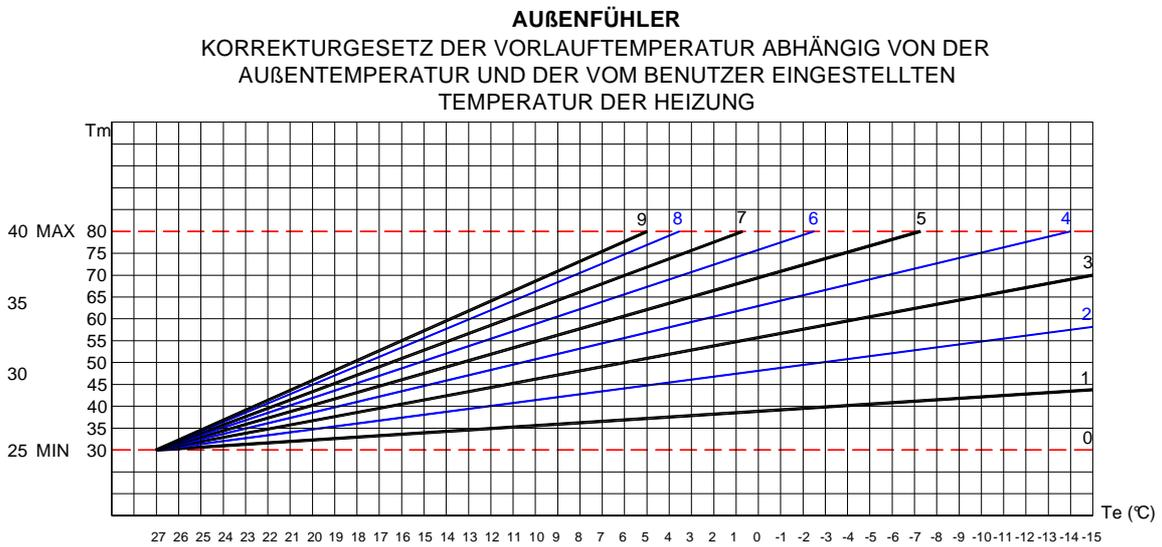
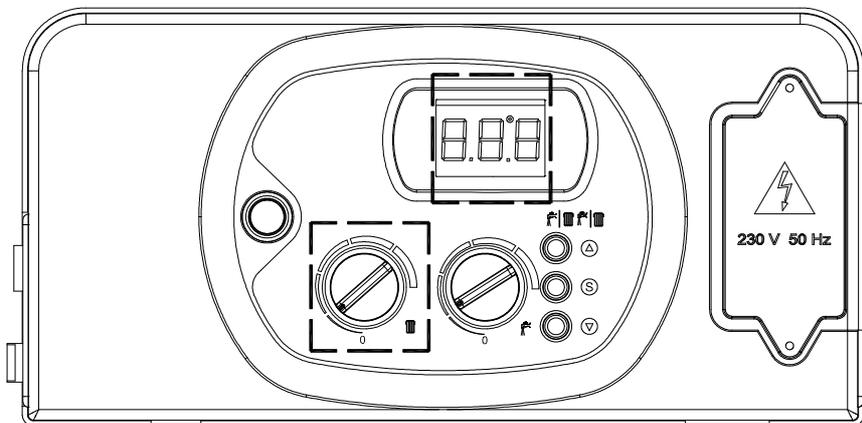

Abb. 1 TM-MAX/MIN = Temperaturreihe ausgewählter Vorlauf
Abb. 2
- c. Die Schrauben lösen und die Abdeckplatte A entfernen (siehe Abb. 2);
- e. Mit der Verbindung der Fernbedienung und der telefonischen Steuerung fortfahren (siehe Abb. 2);
- Im Falle der direkten Verbindung des Außenfühlers auf die Leiterplatte erfolgt die Einstellung der klimatischen Kompensationskurve durch Einwirken auf den Einstellknopf Heizung. Dreht man Knopf (Abb. 2), wird die Nummerierung entsprechend den Kurven der Grafik Abb. 1 dargestellt.
Das Korrekturgesetz ist in der Grafik der Abbildung 1 gezeigt.